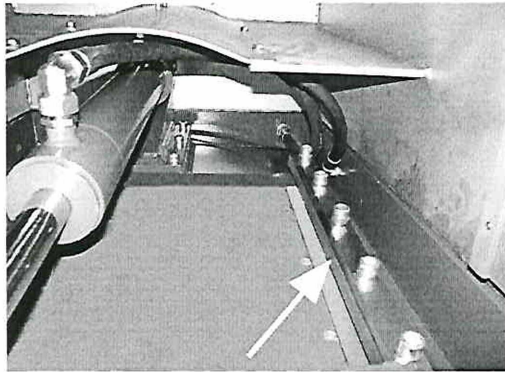

Рис. 26: Поверхности скольжения разгрузочного шибера
3. Поверхности скольжения (Рис. 26) очищаются от возможно налипшего материала.
4. Затем поверхности скольжения (Рис. 26) с помощью кисточки или тряпки покрываются тефлоновым спреем.
5. Одновременно поверхности скольжения необходимо проконтролировать на следы износа. Большие царапины с задирами на ходовых рельсах (Рис. 26) расшлифовываются. Для этого отвинтите болты с внутренним шестигранником и снимите ходовые рельсы. Для снятия ходовых рельсов действуйте следующим образом: